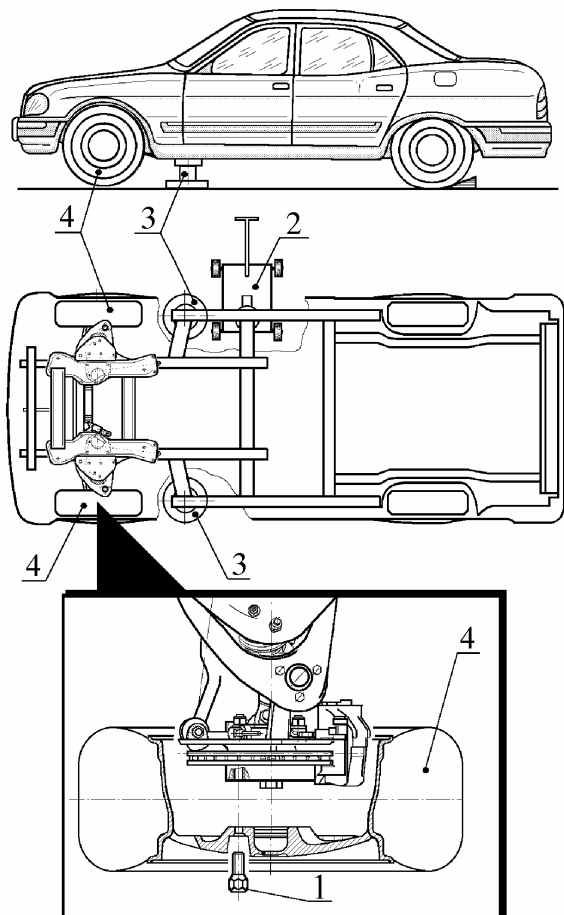

Рис. 12. Снятие передних колес:
4.16.1. Вывинтить десять болтов 1 (рис. 12) крепления двух передних колес 4 на 0,5 - 1,0 оборота